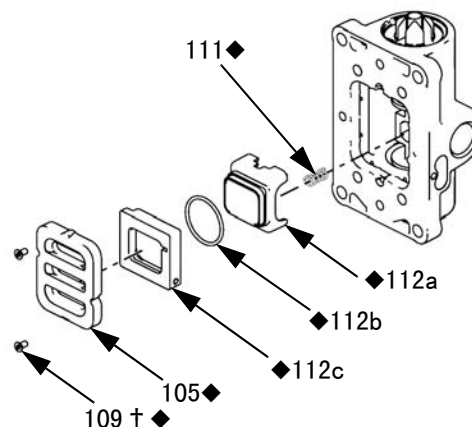

図 3: エアプレートの取り外し
2. 図 3 を参照してください。2 mm または 5/64 六角キーを使用して、2 つのネジ (109??◆) を取り外します。バルブプレート (105◆) を取り外します。